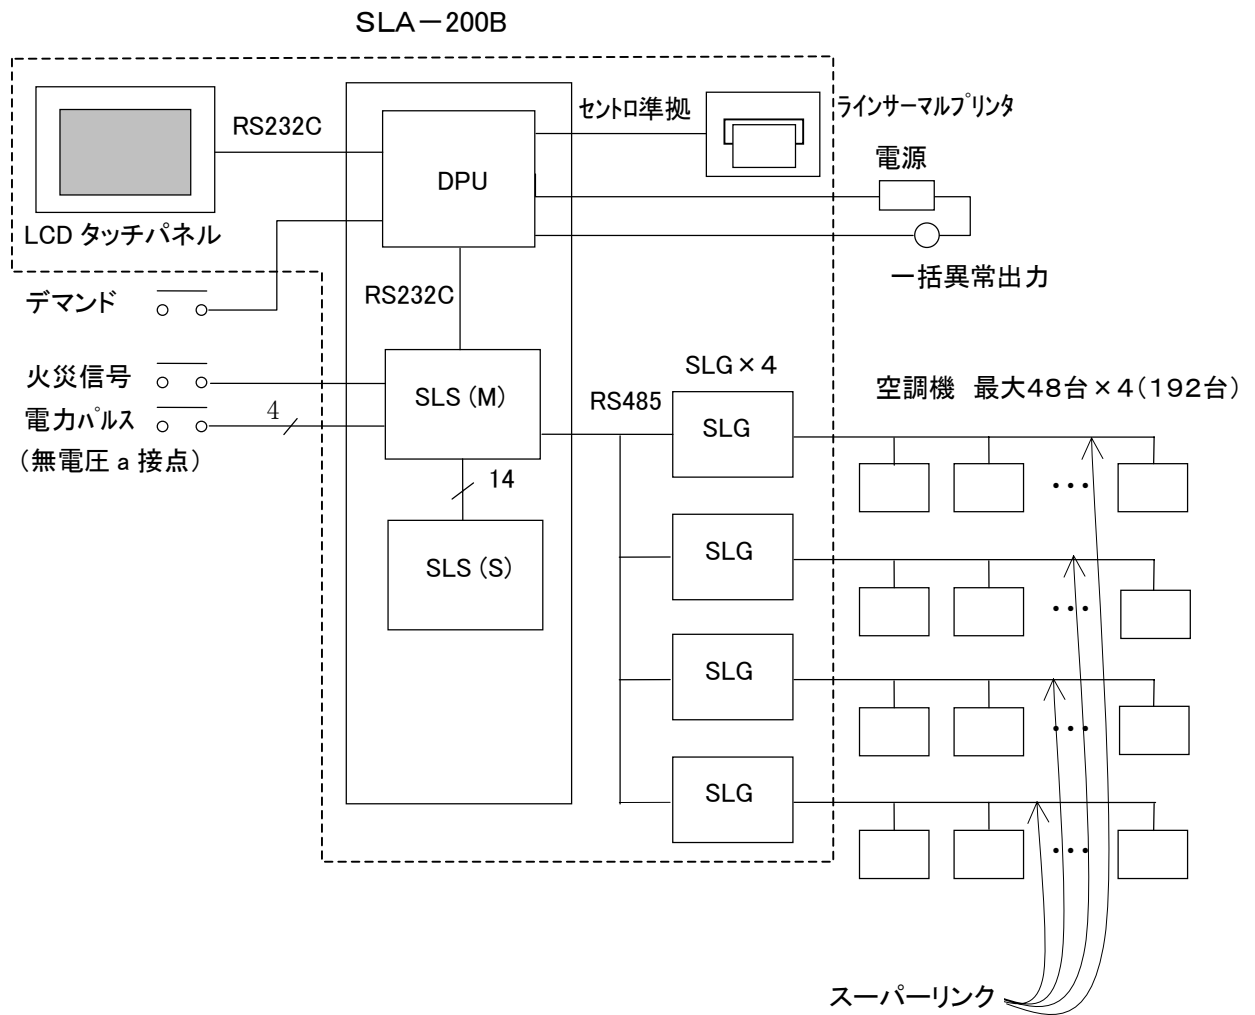

図 1.2 システム構成図
(3) 5, 8, 10馬力のGHP室外機が1台でも混在するときは、図1.2に示す空調機の最大48台は44台となり、他に下表の台数制限があります。